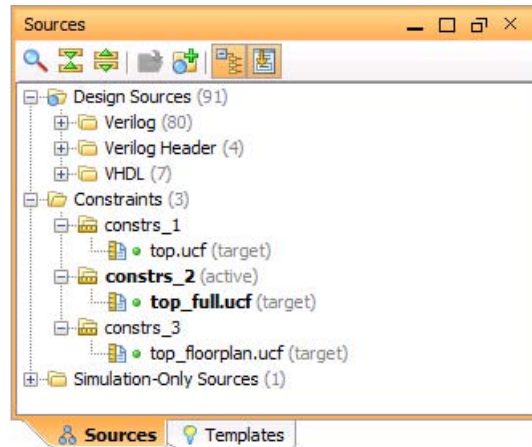

図 23 : [Sources] ビューの展開表示
2. [Sources] ビューで [Expand All] ボタン  をクリックしてすべてのソース ファイルを表示します (図 23)。